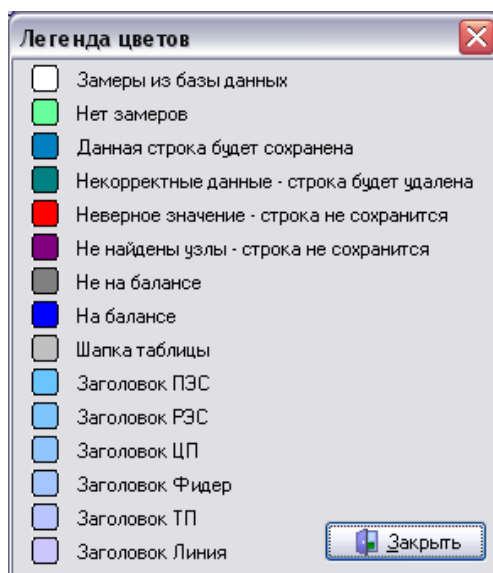

Рис. 2.57. Легенда цветов формы Excel
-  — легенда цветов (рис. 2.57);